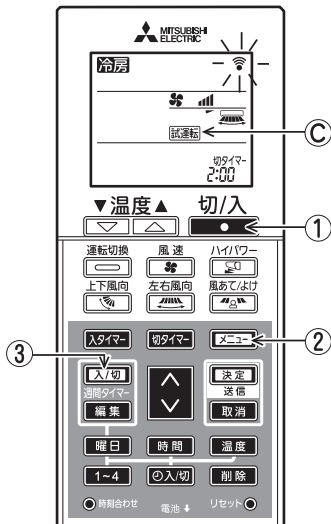
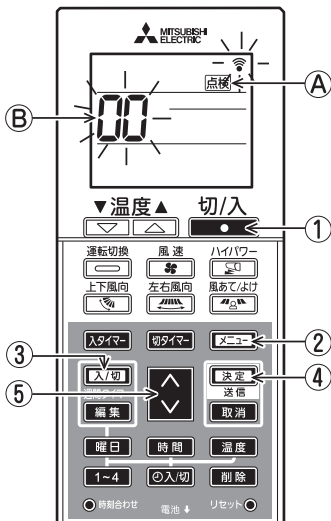

図7-1
図7-2
2. ボタン②を5秒間長押しする。
●点検④が点灯し自己診断モードになります。(図7-2)
3. 冷媒アドレス⑤が“00”になっていることを確認し、 ボタン②を押す。
●試運転⑥が点灯し試運転モードになります。(図7-1)
7-2 自己診断(図7-2)